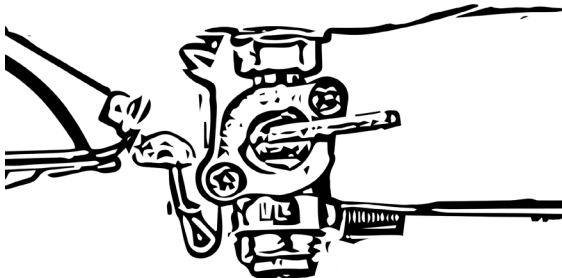

Abbildung 18
- Schalten Sie den Kraftstoffhahn auf OFF, Abb. 18.